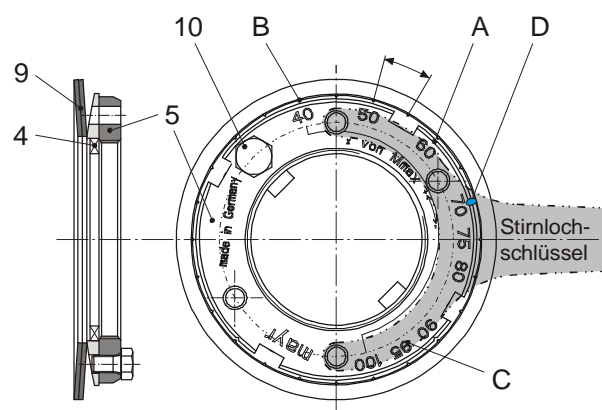
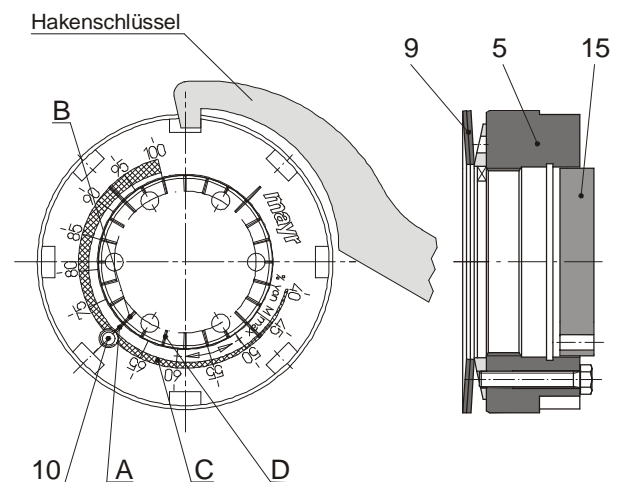

Bild 8
Bild 11
Blickrichtung auf die Einstellmutter (5) wie in Bild 8 und Bild 11.
d) Das gewünschte Drehmoment ergibt sich aus der Überdeckung der Markierung (D) am Sicherungsring (4) und der Prozentangabe (C) auf der Einstellmutter (5), siehe Bild 8.
e) Sechskantschraube (10) mit Loctite 243 bestreichen und in Einstellmutter (5) eindrehen; dabei müssen die 4 Kerben (A) in der Einstellmutter (5) und die Kerben (B) im Sicherungsring (4) in gleicher Position stehen (Bild 8). Gegebenfalls ist eine leichte Korrektur notwendig.
Einstellmutter (5) anhand der stirnseitigen Skalierung (Bild 8) mittels Stirnlochschlüssel von 70 % Einstellung auf 80 % Einstellung **entgegen dem Uhrzeigersinn aufdrehen**.
Einstellmutter (5) anhand der stirnseitigen Skalierung (Bild 8) mittels Stirnlochschlüssel von 70 % Einstellung auf 60 % Einstellung **im Uhrzeigersinn zudrehen**.
- b) Lösen der Sechskantschraube (10) in der Einstellmutter (5).
c) Einstellmutter (5) anhand der eingepprägten Einstellskala (Bild 11) im oder gegen den Uhrzeigersinn mit Hilfe eines Hakenschlüssels verdrehen, bis das gewünschte Drehmoment eingestellt ist.
d) Das gewünschte Drehmoment ergibt sich aus der Überdeckung der Markierung (D) am Skalierdeckel (15) und der Prozentangabe (C) auf der Einstellmutter (5), siehe Bild 11.
e) Sechskantschraube (10) mit Loctite 243 bestreichen und in Einstellmutter (5) eindrehen; dabei müssen die 4 Kerben (A) in der Einstellmutter (5) und die Kerben (B) im Skalierdeckel (15) in gleicher Position stehen (Bild 11).
Einstellmutter (5) anhand der stirnseitigen Skalierung (Bild 11) mittels Hakenschlüssel von 70 % Einstellung auf 80 % Einstellung **entgegen dem Uhrzeigersinn aufdrehen**.
Einstellmutter (5) anhand der stirnseitigen Skalierung (Bild 11) mittels Hakenschlüssel von 70 % Einstellung auf 60 % Einstellung **im Uhrzeigersinn zudrehen**.